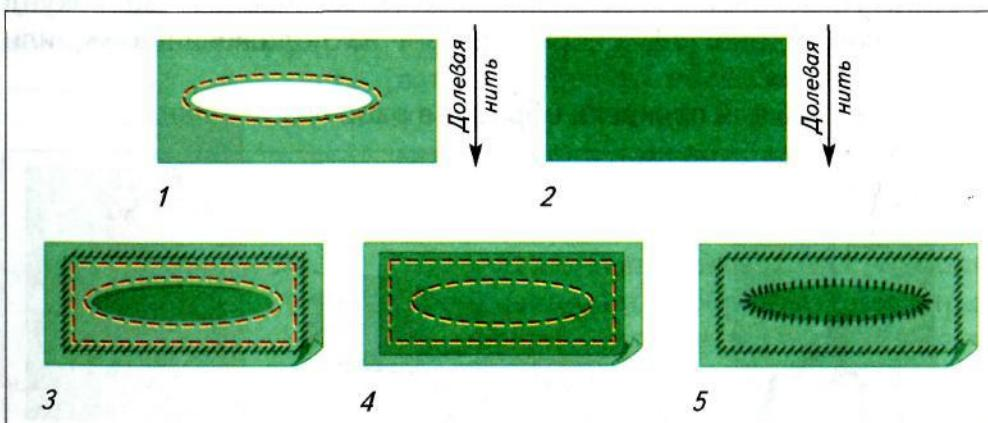

Рис. 81. Выполнение ремонта подкладной заплатой
Выполнни ремонт подкладной заплатой (рис. 81).
- Подрежь поврежденное место в форме овала или прямоугольника (рис. 81, 1). Определи направление долевой нити.
- Определи долевую нить ткани, пред назначенной для заплаты. Выкрои заплату, ее размеры должны быть в два раза больше размеров отверстия (рис. 81, 2).
- Наложи заплату лицевой стороной на изнаночную сторону изделия, наметай (рис. 81, 3).
- Приметай подогнутые края отверстия к заплате с лицевой стороны. Пришей мелкими косыми стежками (рис. 81, 4).
- Удали нитки временного назначения (рис. 81, 5).